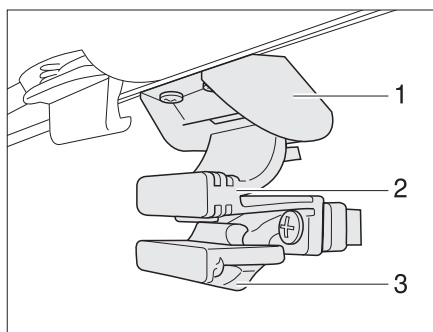

Fig. 53 Ventana en la puerta de entrada
**Abrir la ventana:** ■ Empujar el seguro (Fig. 53,3) hacia abajo.
■ Apretar tirador (Fig. 53,2) y empujar la ventana hacia abajo.
**Cerrar la ventana:** ■ Empujar la ventana hacia abajo, hasta que el tirador (Fig. 53,2) engatille en el bloqueo (Fig. 53,1).